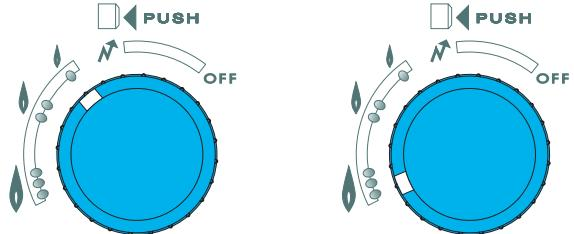

Рис. 11
- Данный водонагревательный аппарат с автоматической регулировкой мощности оборудован системой, позволяющей пользователю установить ограничение максимальной мощности. Для этого установите регулятор (23) в положение между отметками "()" и "()" (рис. 11).